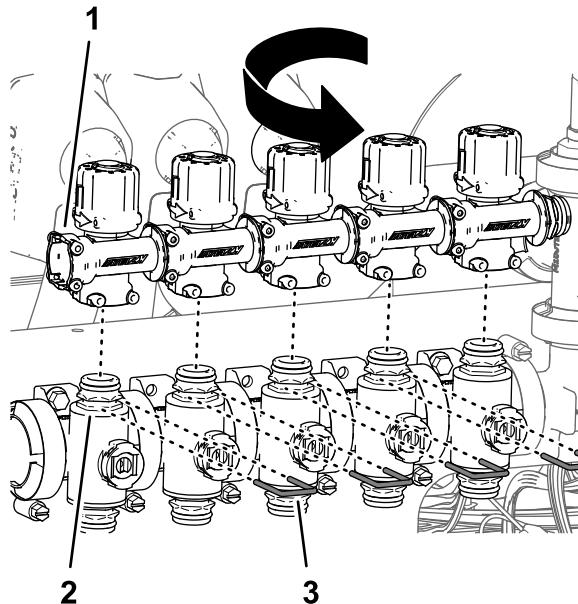

Figura 100
6. Ruotate le valvole di bypass di 180° e montatele sui raccordi a disinnesto rapido delle valvole di sezione (Figura 100).
7. Fissate le valvole di bypass alle valvole di sezione con i fermi (Figura 100) che avete rimosso al passaggio 4.
9. Montate i tappi sui raccordi a disinnesto rapido delle valvole di bypass per la valvola dell'ugello 5 e la valvola dell'ugello 6 con i fermi forniti con i tappi (Figura 100).